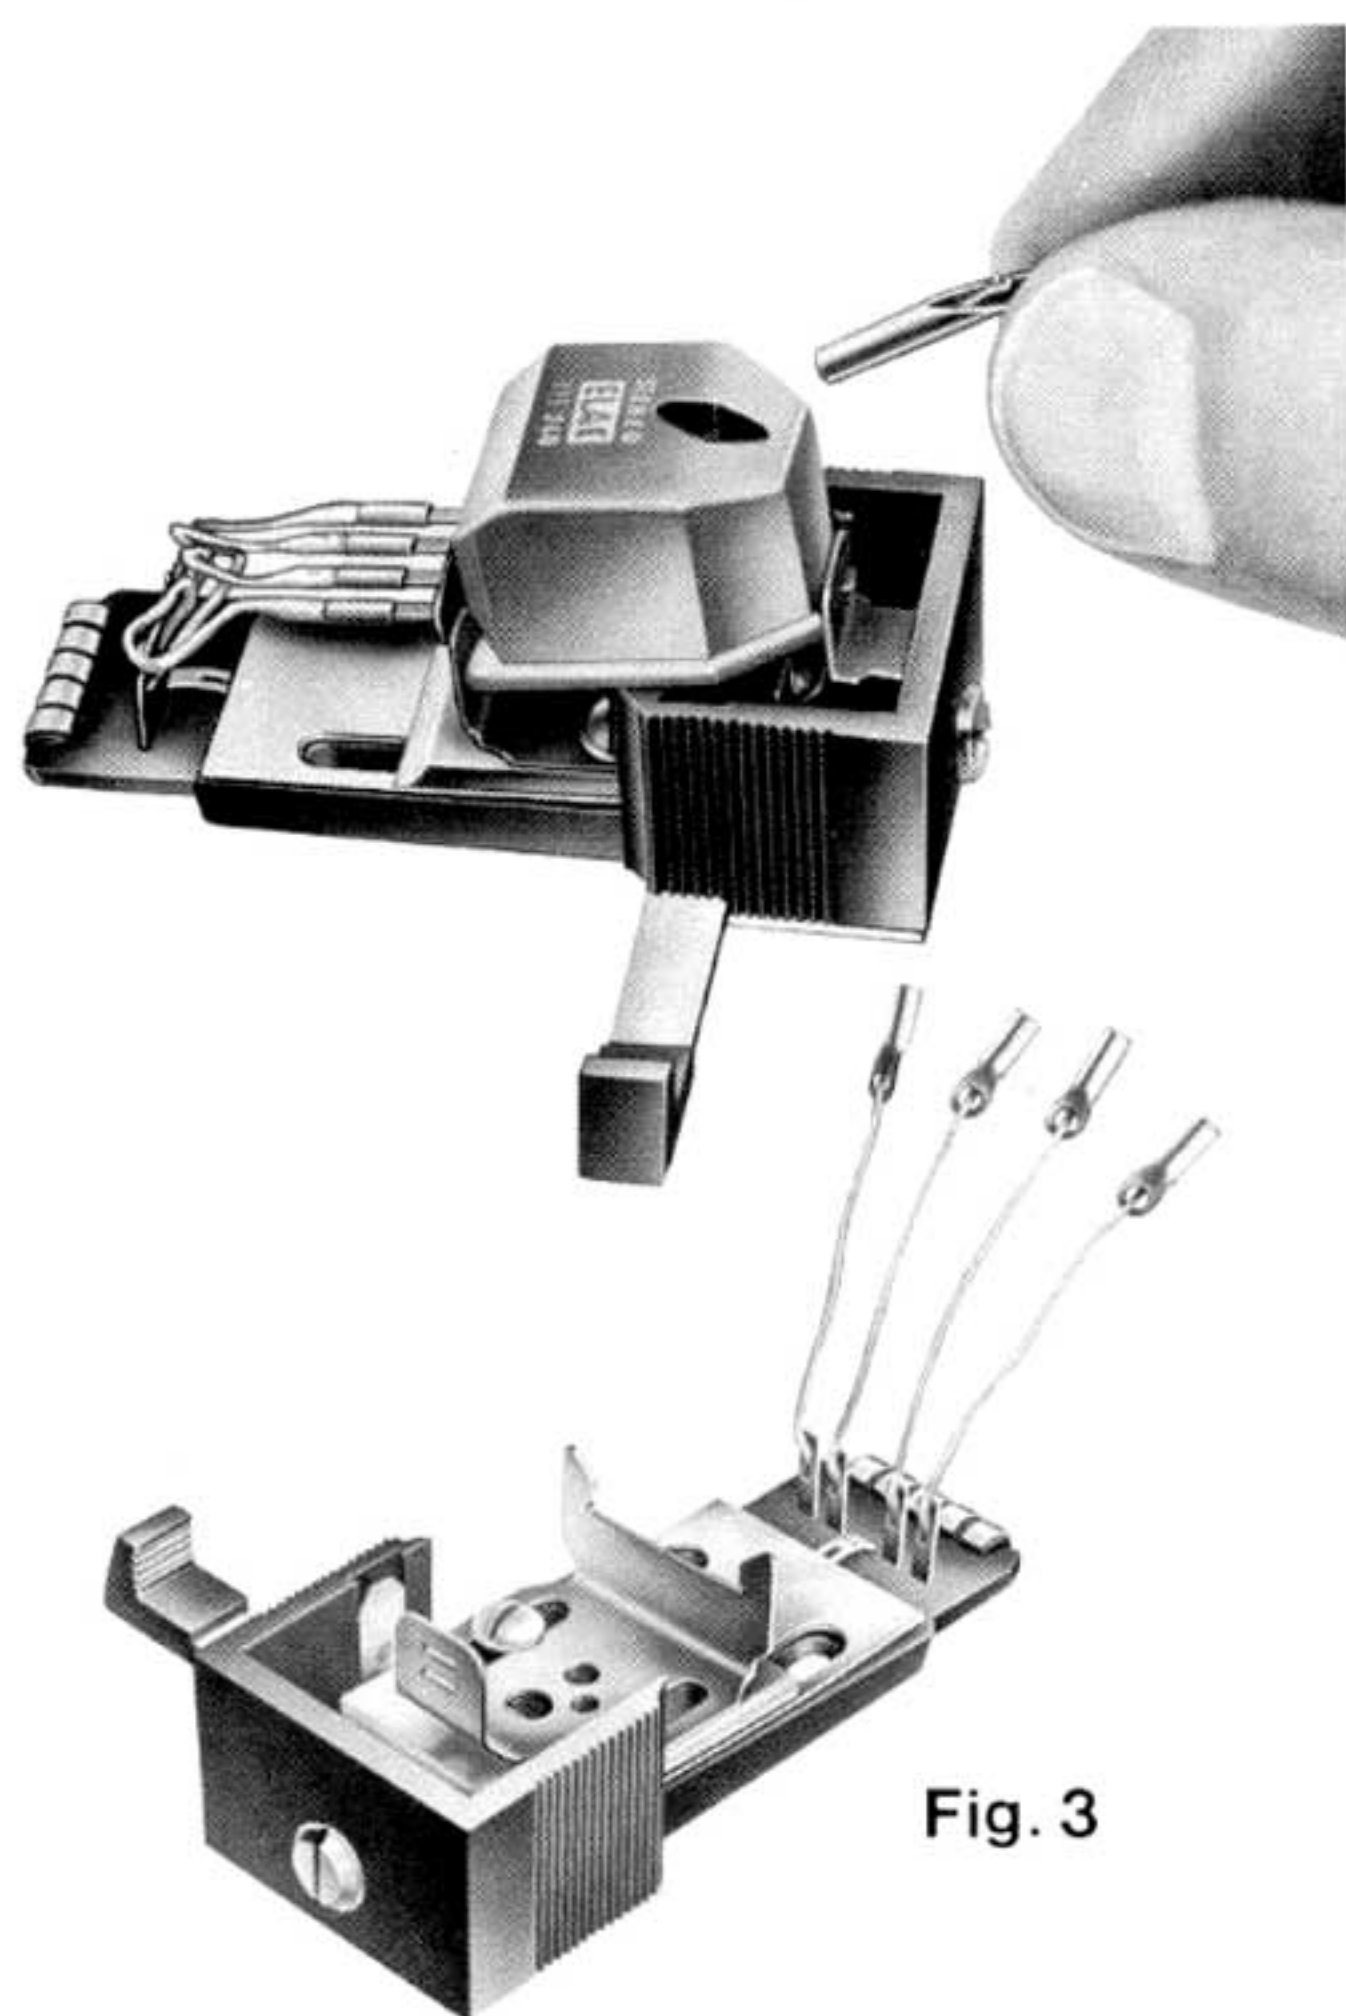

Fig. 3
- 4.2 Die Abtastnadel des Tonabnehmers ist immer staubfrei zu halten. Diamant-abtaststifte können ca. 1000 Stunden gespielt werden. Sie nutzen sich jedoch trotz ihrer großen Härte ab. Abgenutzte Nadeln beeinträchtigen die Tonwiedergabe und zerstören die Tonrillen. Eine defekte Nadel sollte unverzüglich ausgetauscht werden. Der Nadelwechsel läßt sich - wie das Beispiel des ELAC-Systems STS 240 (Fig. 3) zeigt - sehr leicht ausführen.